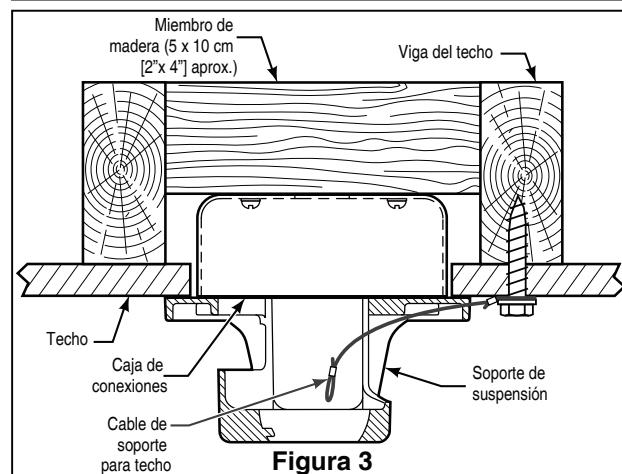

Figura 3
3. Afloje los dos tornillos de fijación del soporte del barral. Introduzca los cables de color marrón, azul y cable de soporte para techo a través de la varilla. (Figura 3)
1. Fije bien la abrazadera para colgar a la caja de salida con los tornillos y las arandelas provistas con la caja de salida. (Figura 3)
2. Perfore un orificio de 1/4" en la estructura del edificio para evitar grietas con la instalación del tornillo de intervalo. Utilice el tornillo de intervalo de 3/8"x 2" y la arandela plana para fijar el cable de seguridad a la viga del techo o a la estructura de madera. Dicho tornillo pasará a través de arandela plana, la presilla del cable de seguridad y se fijará en la estructura del edificio. (Figura 3)
NOTA: el cable de soporte para techo no se puede asegurar solamente a la caja de conexiones; se debe asegurar directamente a la viga de techo o miembro estructural con el tornillo de cabeza cuadrada de 3/8"x2" y la arandela plana. (Figura 3)